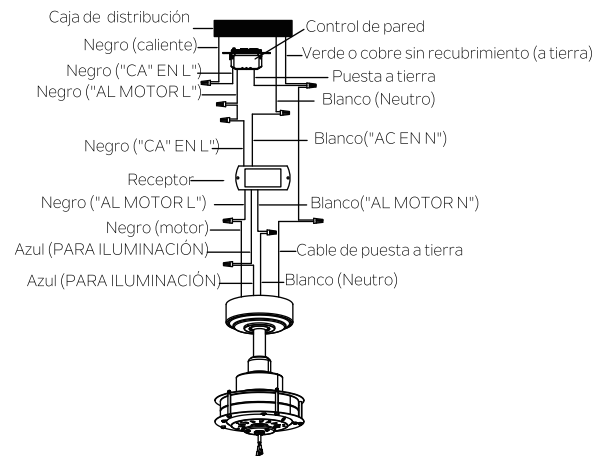

Fig. 13
**Paso 2.** Conexiones eléctricas del motor al receptor: Conecte el cable NEGRO del ventilador al cable NEGRO marcado como "AL MOTOR L" desde el receptor. Conecte el cable BLANCO del ventilador al cable BLANCO marcado como "AL MOTOR N" del receptor. Conecte el cable AZUL del ventilador al cable AZUL marcado como "PARA ILUMINACIÓN" del receptor. Asegure todas las conexiones de cables con los conectores plásticos proporcionados. (Fig. 13)
**Paso 3.** Conexiones eléctricas del receptor remoto a la caja de distribución eléctrica: Conecte el cable NEGRO (caliente) del cielorraso al cable NEGRO marcado como "CA EN L" del control de pared. Conecte el cable BLANCO (neutro) del cielorraso al cable BLANCO marcado como "CA EN N" del receptor. Conecte el cable NEGRO (Al Motor L) del control de pared al cable NEGRO marcado como "CA EN L" del receptor. Asegure las conexiones de cables con los conectores plásticos proporcionados. (Fig. 13)
**Paso 4.** Si su caja de distribución eléctrica tiene un cable de puesta a tierra (verde o cobre sin recubrimiento), conéctelo a los cables de puesta a tierra del ventilador; en caso contrario, conecte el cable de puesta a tierra del ventilador al soporte de montaje. Asegure las conexiones de cables con los conectores plásticos proporcionados. Después de conectar los cables, sepárelos de manera que el cable verde y el cable blanco estén de un costado de la caja de distribución eléctrica y el cable negro y azul estén del otro costado. (Fig. 13)